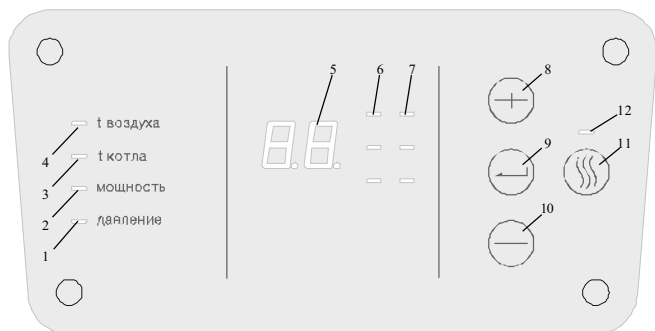

Рисунок 3. Панель индикации и управления
Заднюю панель (1); входной комбинированный патрубок (2) (через который теплоноситель поступает в прибор), имеющий как наружную резьбу G3/4, так и возможность подсоединения пайкой медной трубой с наружным диаметром 20 мм; циркуляционный насос (3), приводящий в движение теплоноситель, который проходя через трубопроводы (4), поступает в теплообменную емкость (5) в теплоизоляции, содержащую один или два блока трубчатых нагревательных элементов (блоков ТЭН) (6), и возвращается в систему через верхний выходной патрубок (7) с наружной резьбой G3/4. На задней панели установлен пневмогидроаккумулятор мембранного типа (экспанзомат) (8), служащий для компенсации объемного расширения, подсоединенный к трубопроводу перед циркуляционным насосом. Желаемая температура на выходе, контролируемая датчиком (9), а также лимит потребления электроэнергии устанавливаются на панели управления и индикации (см. рис.3). Избыточное давление в теплообменной емкости должно находиться в пределах от 0,05 МПа (при меньшем давлении работа циркуляционного насоса становится неустойчивой), до 0,29 МПа. Оно контролируется датчиком давления (10). Независимая от микроконтроллера и охлаждаемых полупроводниковых элементов защита представлена самовозвратным термовыключателем (11), включенным в цепь катушки контактора (12), через основные контакты которого проходят токи питания ТЭНов (через силовые платы (13), осуществляющие непосредственную подачу напряжения на ТЭНы.) Полупроводниковые элементы на силовых платах охлаждаются теплоносителем при прохождении через трубопроводы (4). Установочная панель (14) закреплена над экспанзоматом, на кронштейнах задней панели. На установочной панели также расположены: плата центральная (15), которая управляет всеми элементами системы, исполняет алгоритмы управления мощностью котла и содержит в энергонезависимой памяти необходимые настройки работы котла;